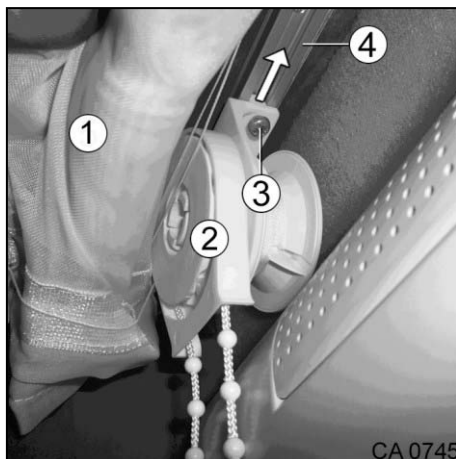

Fig. 173 Rideau
1. Soulever le rideau (Fig. 173/1).
2. Desserrer la vis de fixation (Fig. 173/3) de la poulie de renvoi (Fig. 173/2).
3. Guider la poulie de renvoi (Fig. 173/2) hors du rail (Fig. 173/4).
4. Desserrer la fermeture à scratch du rideau (Fig. 173/1).
5. Amener le rideau (Fig. 173/1) ensemble avec la poulie de renvoi (Fig. 173/2) au nettoyage à sec.